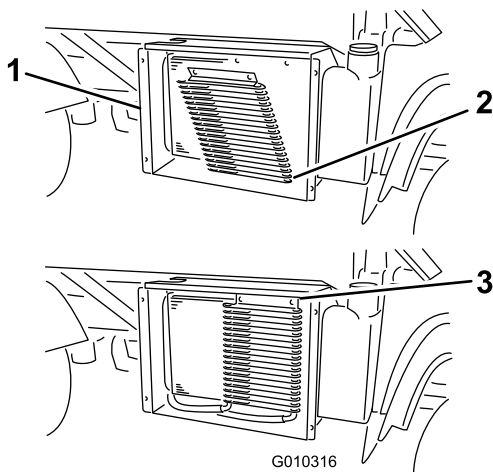

Figura 53
6. Dacă mâna este echipată cu această componentă, rotiți elementele de fixare și pivotați răcitorul de ulei departe de radiator (Figura 53).